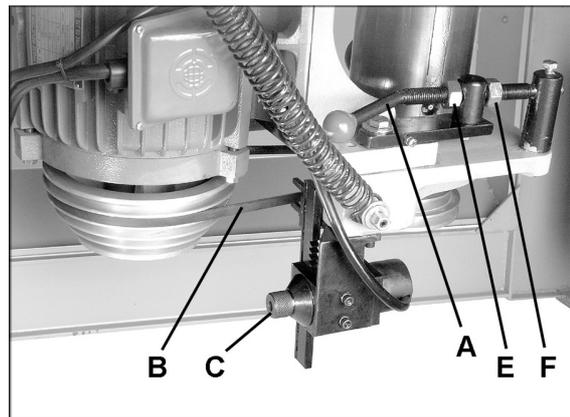

Рисунок 20
переместите рычаг натяжения ремня (А, рис. 20) вправо, чтобы ослабить натяжение.
3. Переместите ремень (В, рис. 20) в нужное положение на шкивах, и в то же время поверните ручку (С, рис. 20) на индикаторе скорости так, чтобы ремень остался на месте в вырезе механизма смены скорости.
4. Когда ремень установлен нужным образом, передвиньте рычаг натяжения (А, рис. 20) влево.
**ПРИМЕЧАНИЕ:** Во время первого после настройки скорости использования, ремень будет просаживаться и произойдет небольшое снижение натяжения. Для улучшения натяжения поверните две гайки (Е и F – рис. 20).